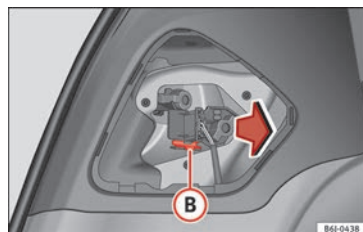

Fig. 112 Démontage du support d'ampoules.
- Démontez le support d'ampoule en appuyant sur le clip de fixation **(B)** » fig. 112 et en le retirant vers l'extérieur.